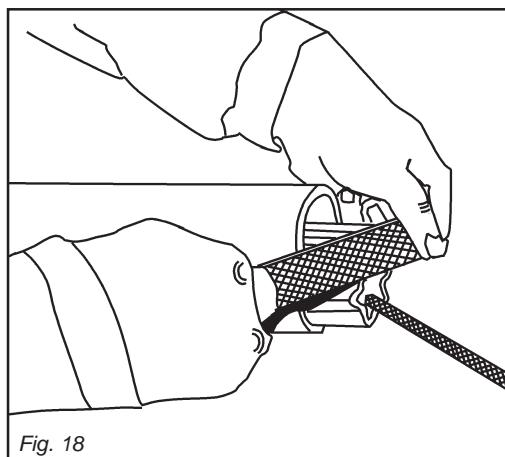
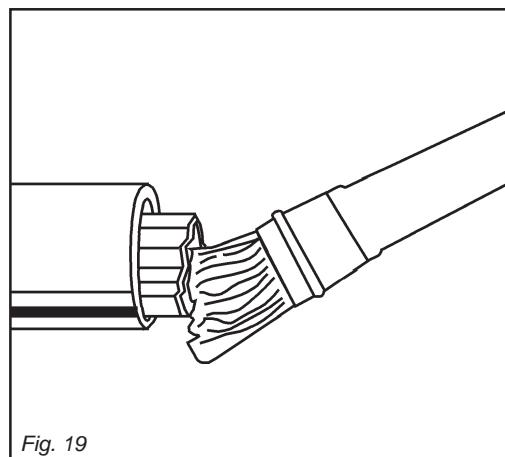

Fig. 18
Fig. 19
- Accorciare i tubi scorrevoli di una stessa lunghezza (Fig. 16 e 17), sbavare e pulire (Fig. 18) e ingrassare l'interno del tubo esterno (Fig. 19).
- Shorten the sliding tubes by the same extent (Fig. 16 and 17), deburr and trim (Fig. 18), then grease the inside of the outer tube (Fig. 19).
- Raccourcir les tubes coulissant de la même longueur (Fig. 16 et 17), ébavurer et nettoyer (Fig. 18) puis graisser l'intérieur du tube extérieur (Fig. 19).
- Die Gleitrohre um die gleiche Länge (Abb. 16 und 17) kürzen, sie abgräten und reinigen (Abb. 18) und das Innere des Außenrohrs schmieren (Abb. 19).
- Acortar los tubos corredizos en modo uniforme (Fig. 16 y 17), quitar las rebabas y limpiar (Fig. 18) y engrasar dentro del tubo externo (Fig. 19).